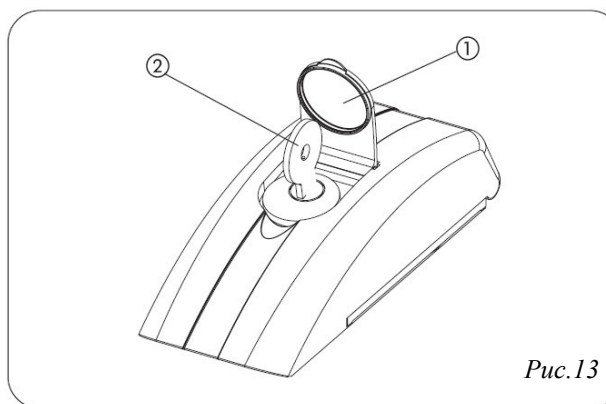

Рис.13
- Поднимите защитную планку (Рис.13 ①) и вставьте ключ (Рис.13 ②), поставляемый в комплекте.